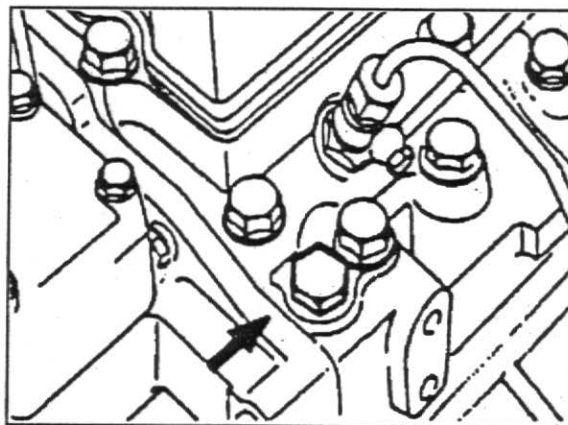

Fig. 2
3. Retire o bужão de desaeração, localizado na parte dianteira do cabeçote, fig.2.